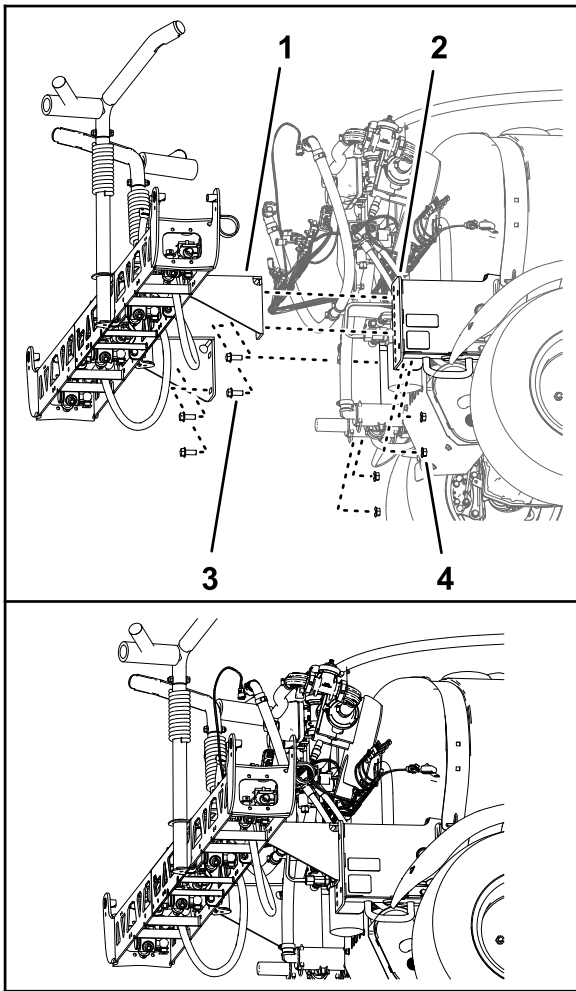

图93
1. 使用具备指定提升能力的提升设备提起中间喷洒段将其支撑托架中的孔 图93 与在 拆卸中间喷洒段 \(页码 19\) 的步骤 3 中确定的机器机架安装板中的孔对齐。
2. 使用在 拆卸中间喷洒段 \(页码 19\) 的步骤 4 中卸下的 4 个凸缘头螺栓 1/2 x 1-1/4 英寸和 4 个凸缘锁紧螺母 1/2 英寸将中间喷洒段安装到安装槽 图93。